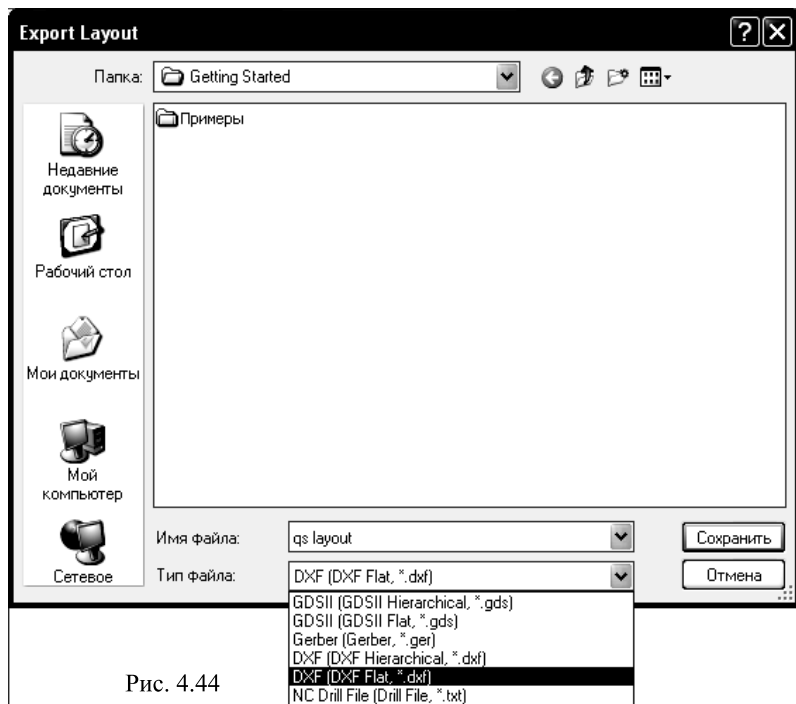

Рис. 4.44
3. Выберите в меню **Layout>Export** (Топология>Экспорт). Откроется диалоговое окно **Export Layout** (рис.4.44).